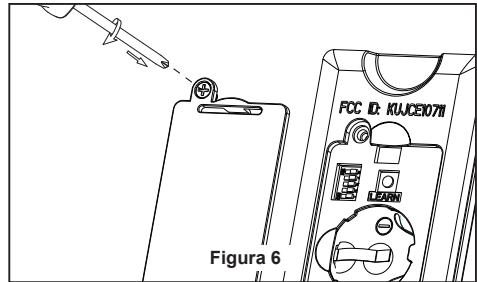

Figura 6
- ☐ 6. Vuelva a colocar la cubierta de la batería en el mando a distancia con un tornillo retirados previamente. (Figura 6)